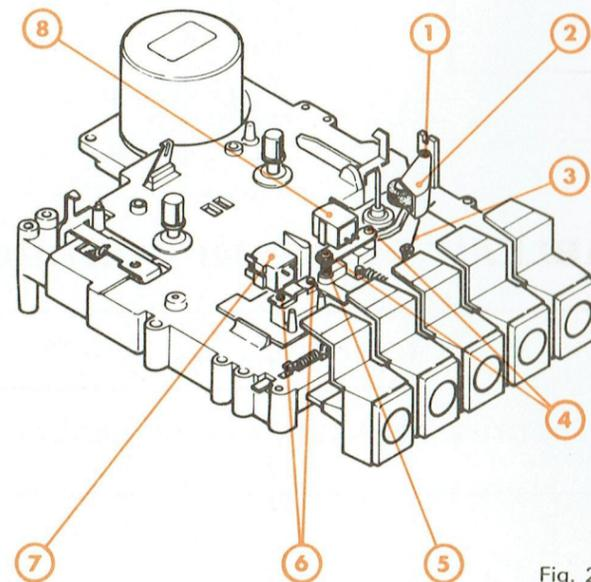
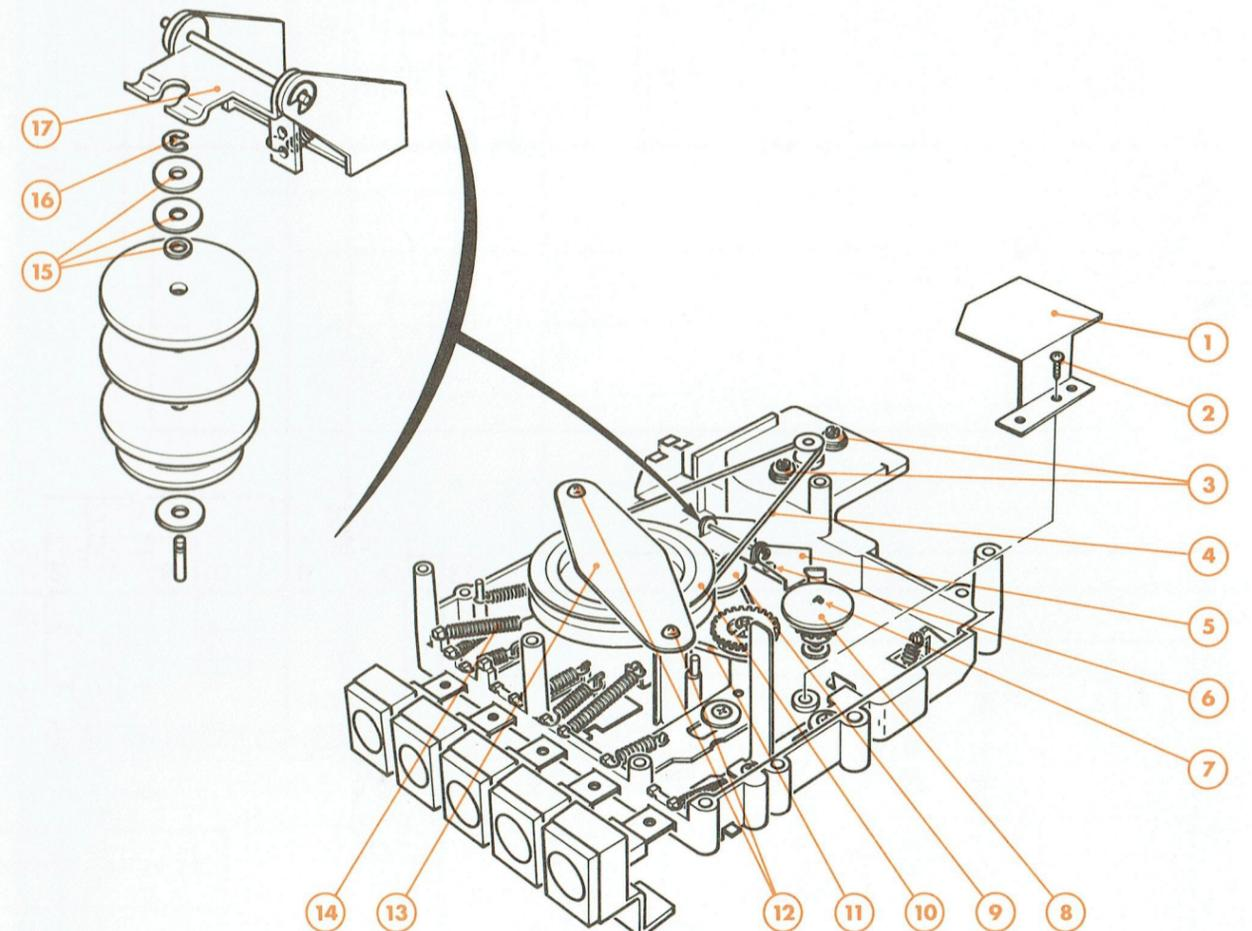

Fig. 2
Fig. 3
D. DÉMONTAGE DES TÊTES ENREG./LECTURE ET EFFACEMENT (Fig. 2)
- 3° - Enlever les vis (4) et le ressort (5) pour déposer la tête enreg./lecture (8).
- 4° - Enlever les vis (6) pour déposer la tête d'effacement (7).
E. DEMONTAGE DU GALET PRESSEUR ET DE SON SUPPORT (Fig. 2)
- 2° - Retirer l'anneau d'arrêt (1).
- 3° - Ecarter le ressort (3) de sa position et enlever par traction le support du galet presseur (2).
F. DEMONTAGE DU VOLANT (Fig. 3)
- 2° - Enlever les vis de fixation (12) du support-volant (13).
- 3° - Oter la courroie caoutchouc (4).
- 4° - Enlever par traction le volant (10) après l'avoir dégagé de la courroie caoutchouc (11).
G. DEMONTAGE DU MOTEUR (Fig. 3)
- 3° - Enlever la courroie caoutchouc (4).
- 4° - Retirer les vis et rondelles (3).
H. DEMONTAGE DU PORTE-BOBINE GAUCHE (DEBITEUR) (Fig. 3)
- 2° - Enlever la vis de fixation (2) de l'équerre (1).
- 3° - Retirer l'anneau d'arrêt (7).
- 4° - Enlever par traction la poulie (8).
I. DEMONTAGE DU PORTE-BOBINE DROIT (RECEPTEUR) (Fig. 3)
- 2° - Enlever la vis de fixation (6) de l'étrier (5).
- 3° - Retirer l'anneau d'arrêt (16) et les trois rondelles (15).
- 4° - Enlever par traction la poulie (9) et la dégager de la courroie caoutchouc (11).
J. REMPLACEMENT DES COURROIES D'ENTRAINEMENT (Fig. 3)
- 3° - Retirer la courroie caoutchouc (4).
- 4° - Desserrer la vis de fixation (6) de l'étrier (5) afin de permettre le passage de la courroie caoutchouc (11) entre la poulie (9) et la lamelle (17).
- 5° - Soulever légèrement le volant (10) pour dégager la courroie caoutchouc (11).
- Si tel n'est pas le cas il convient de changer le ressort (11) (voir Fig. 3)
- Si tel n'est pas le cas il convient de changer la poulie à friction (9) (Fig. 3).